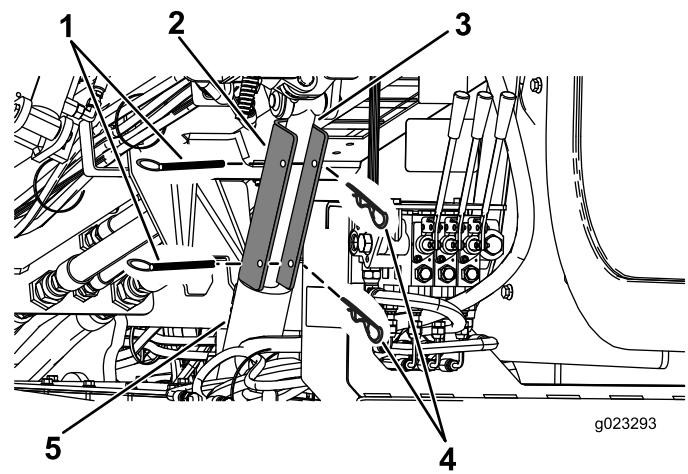

Figura 99
4. Retire a contrapino e o pino de fixação da trava do cilindro (Figura 99).